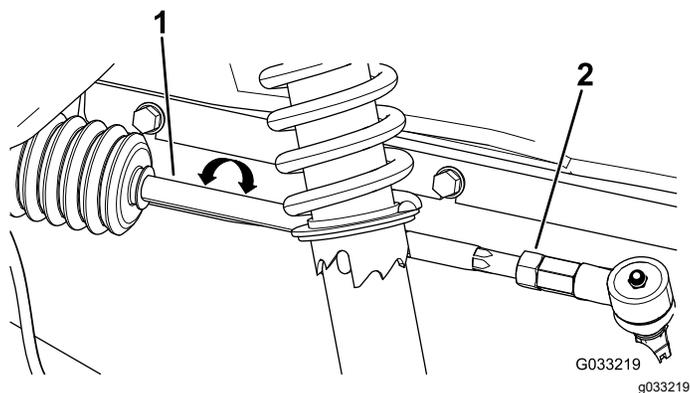

図 56
2. 前後の測定値の差が所定範囲0-6 mmにならない場合は、タイロッドの外側端部にあるジャムナットをゆるめて調整を行う 図 56。